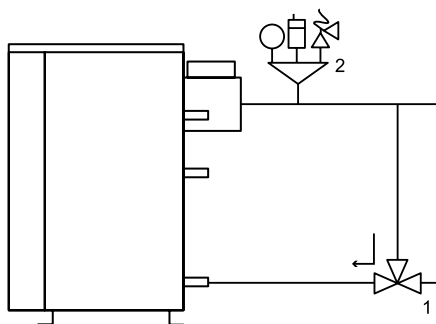

Рис. 10
- При монтаже котлов KOBOLD S необходимо установить на выходе теплоносителя группу безопасности, включающую в себя автоматический воздухоотводчик, манометр и аварийный сбросной клапан на 3 бар (рис.10, поз. 2). Отвод теплоносителя из сбросного клапана необходимо обеспечить в дренажную линию с разрывом струи. При выходе из строя котла по причине отсутствия группы безопасности или расширительного бака, ремонт будет считаться не гарантийным и подлежит к оплате владельцем оборудования в полном объеме.